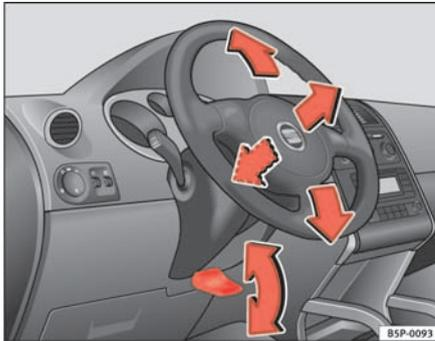

Abb. 127 Lenkradposition einstellen
- Schwenken Sie den Hebel \Rightarrow Abb. 127 unter der Lenksäule nach unten \Rightarrow ⚠.